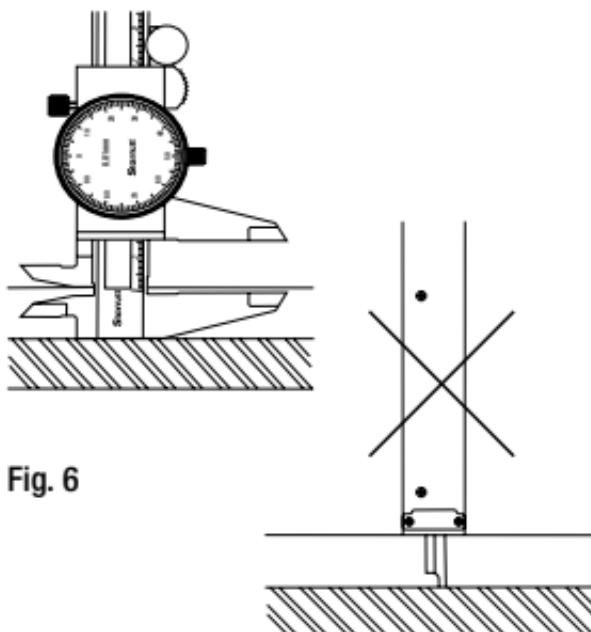

Fig. 6
- **Medición de una Leva:** Abra las mordazas ligeramente más grandes que el ancho de la leva y coloque la cara de trazo contra la parte inferior de la leva. Mueva la cara de referencia de trazo (11) a la superficie de la pieza (Fig. 6).